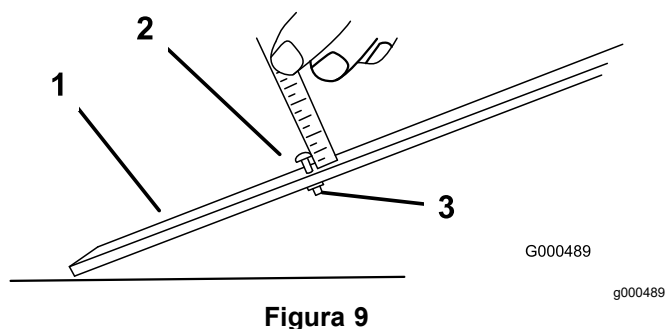

Figura 9
1. Allentate il dado sulla barra di riferimento e impostate il bullone di regolazione all'altezza di taglio desiderata (Figura 9).